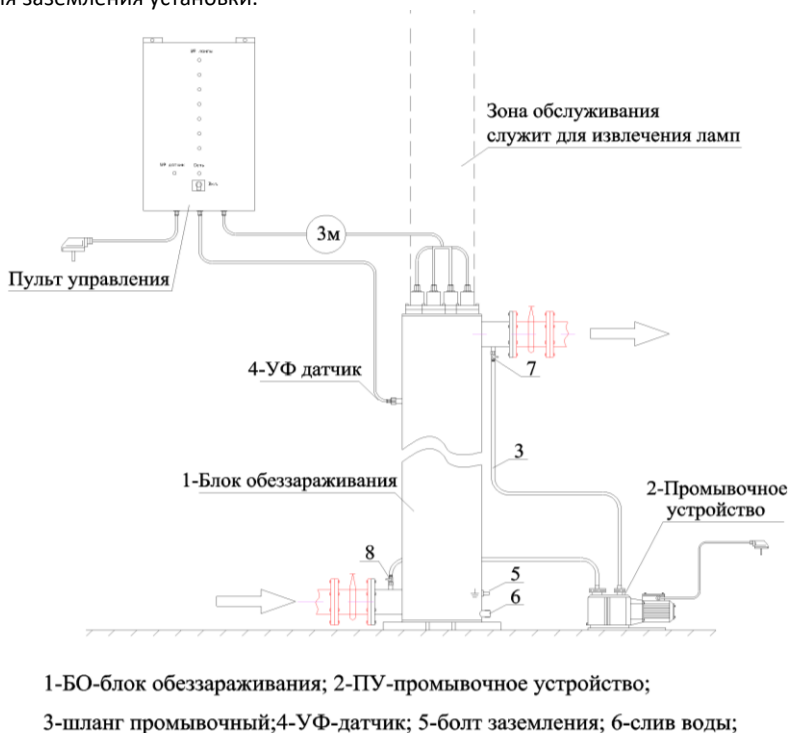

Рис. 1 Пример общего вида установки типа «КРИСТАЛЛ»
4.3. Вид Пульта управления или шкафа управления (ШУ) показан на рис.1. На дверце размещены: